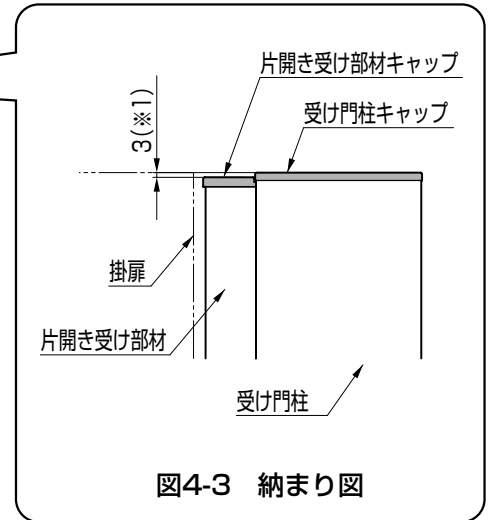

図4-3 納まり図
- G.L.から門扉下端までが90mmの場合は、受け門柱キャップと片開き受け部材キャップの天面の段差は3mm(※1)です。(図4-3参照)